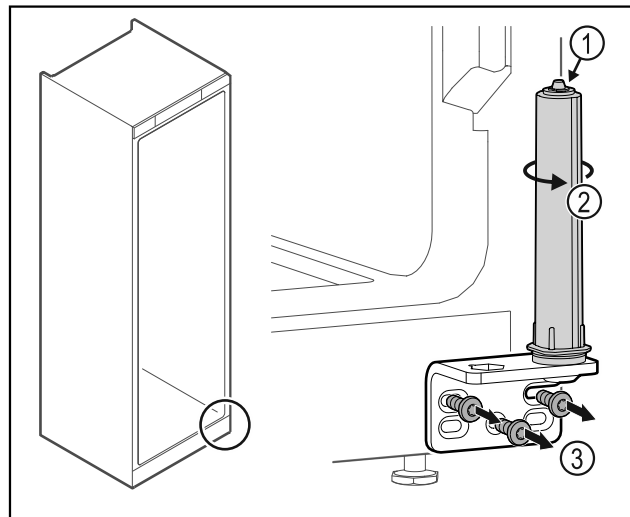

Fig. 38
- ▶ Μην αποσυναρμολογείτε το σύστημα κλεισίματος πόρτας Fig. 38 (1).
- ▶ Περιστρέψτε το σύστημα κλεισίματος Fig. 38 (2), μέχρι να κάνει κλικ.
- ▶ Ξεβιδώστε τη γωνία μεντεσέ Fig. 38 (3).